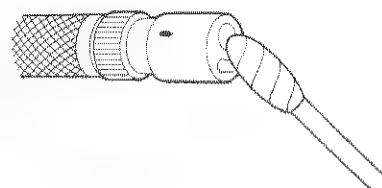

図4-7
- ・先端部の光学アダプターのレンズ面(対物レンズ及びライトガイド)が汚れていないかを点検します。汚れている場合は、きれいな柔らかいガーゼまたは綿棒で汚れをきれいに拭き取ります。(図4-7)